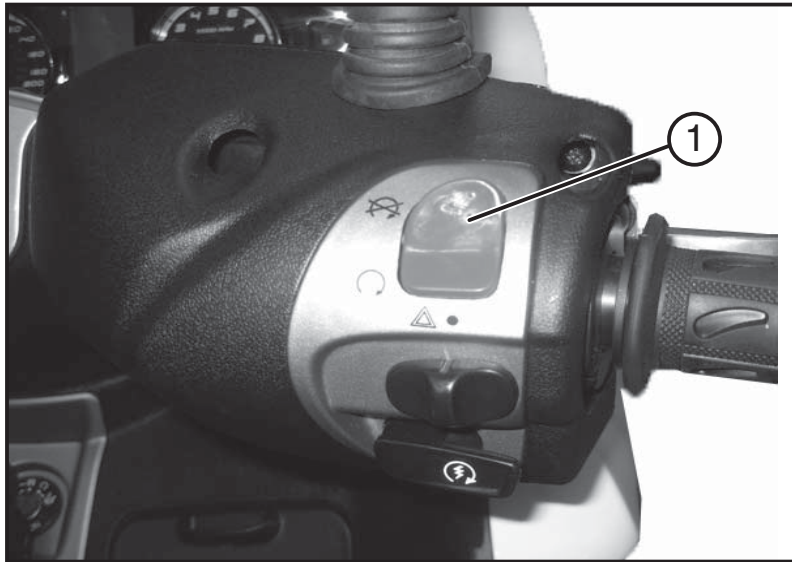

Fig. 01
5.5 PARADA MOTOR (Fig. 01)
- 1- Pulsar el mando de parada del motor «1 - Fig.01» dejando la llave de arranque en la posición «ON».